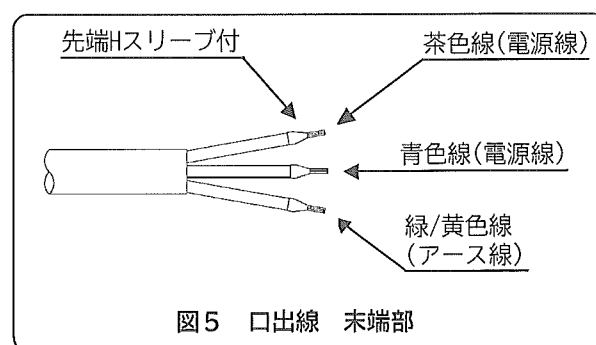

図5 口出線 末端部
1. 投光器の口出線（3心キャブタイヤケーブル）に接続する配線は、クロロブレンキャブタイヤケーブルと同等以上の性能を有するケーブルを使用し、投光器からの口出線の茶色、青色に電源を結線してください。（図5）